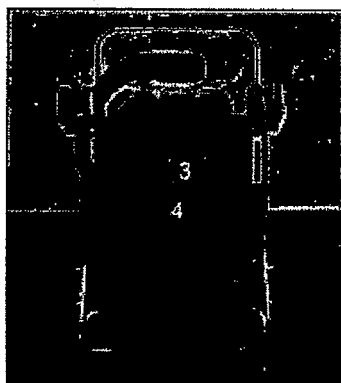

Fig. 7-5: Fijación del seguro para el transporte
Con el tornillo de orejetas (3) en Fig. 7-5 debe sujetarse el seguro de transporte en la chapa conductora de aire (4).